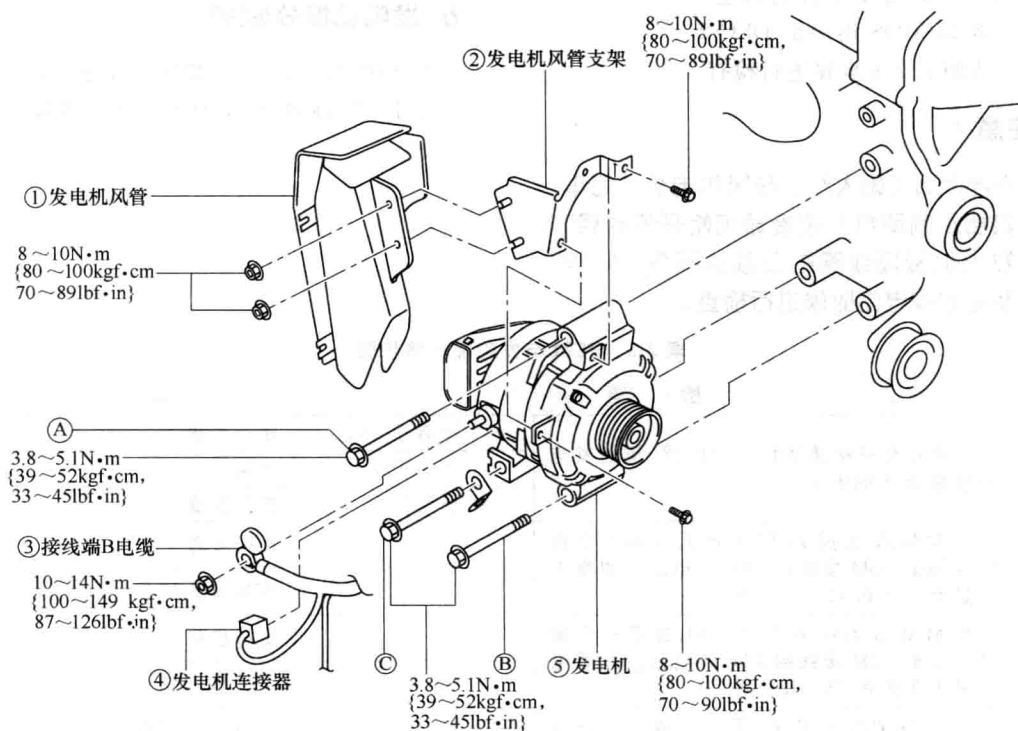

图 2-13 发电机
- ① 断开蓄电池负极。
- ② 拆下发动机罩盖。
- ③ 拆下发动机下护板。
- ④ 拆下驱动带。
- ⑤ 按图 2-13 中所示的顺序进行拆卸。
- ⑥ 按与拆卸相反的顺序进行安装。